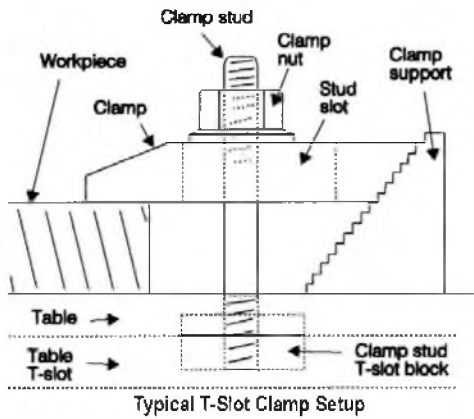

Рис. 17
- Зафиксируйте заготовку, используя Т-образные прихваты, винты и блоки (Рис. 17).